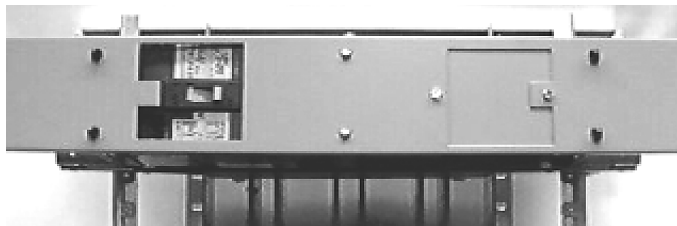

Figure 5. Couvercle de disjoncteur installé sur des supports d'obturation pour disjoncteurs SE, SF, TFJ, TFK, THFK, et TFL.
5. Installer le couvercle assemblé de disjoncteur, par-dessus les broches flexibles sur les supports d'obturation, comme montré aux Figures 5 et 6.